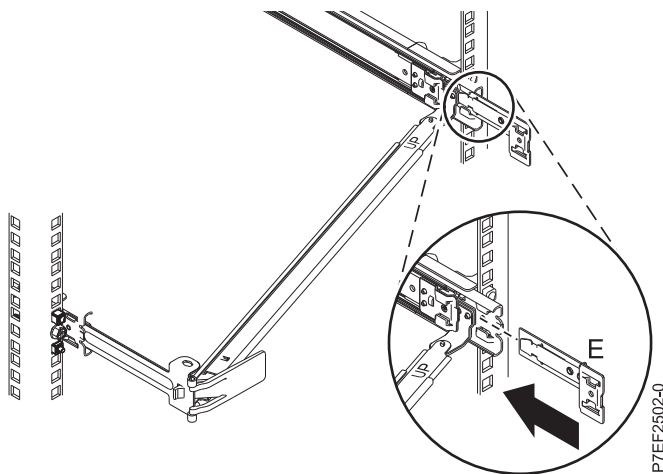

Abbildung 12. Erweiterungshalterung in der Schiene installieren
5. Schieben Sie die Erweiterungshalterung (**E**) in die rechte Schiene, bis der gefederte Stift einrastet. Einzelheiten finden Sie unter Abb. 12.